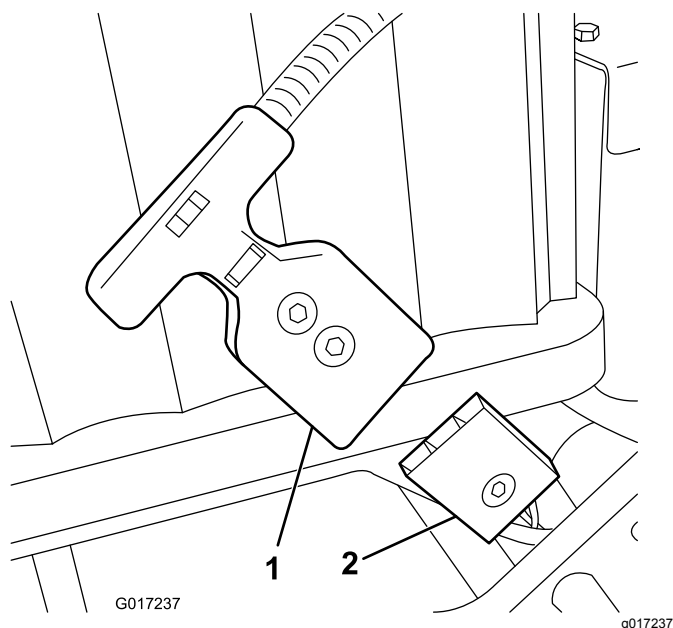

Figura 16
alimentazione principale Figura 16 dalla base della batteria. Montate il connettore sulla batteria come indicato. Installate la batteria sulla base, inserendo il cablaggio fissato nell'apposito foro, quindi fissate il connettore dell'alimentazione principale alla base della batteria utilizzando i dispositivi di fissaggio rimossi in precedenza.
16. Collegate il connettore della maniglia a T del cablaggio principale con il connettore dell'alimentazione principale sulla base della batteria (Figura 16).